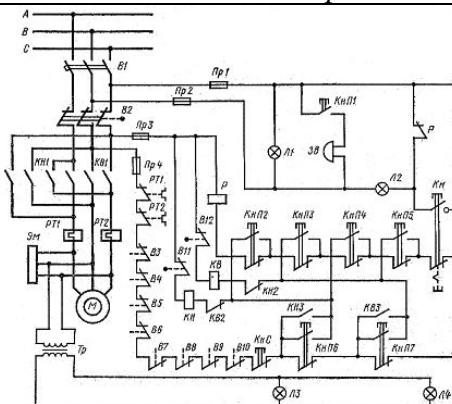

Рис. 1
- Указать элементы электрической принципиальной схемы (рис. 1), объяснить процесс пуска электродвигателя; возможности регулирования частоты вращения; способы электрического торможения, примененные в схеме; виды защит и способы реализации данных защит в схеме; особенности работы данного электропривода.